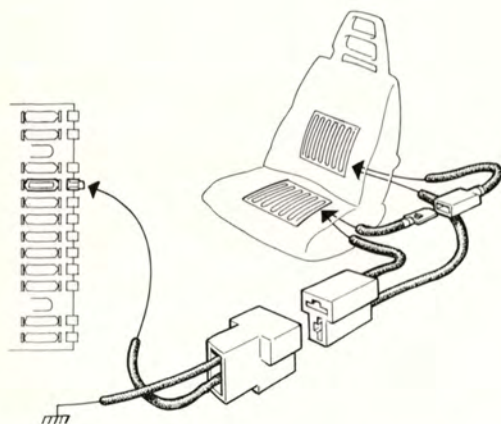

Bild 8-35. Anslutning av elledningar
18. Montera sittdynan till fällbeslagen. Anslut ledningarna mellan ryggstödet och sittdynan, bild 8-35.
19. Montera stolen i vagnen och koppla ihop kontaktstyckena, bild 8-35.